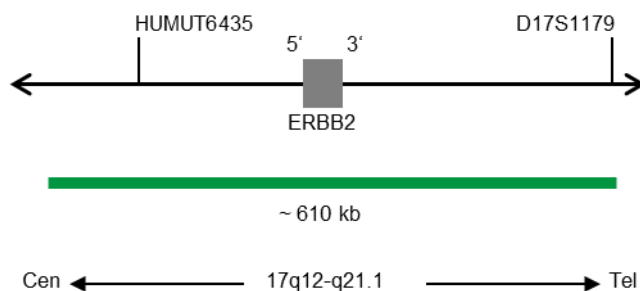

Fig. 1 : Carte de la sonde ERBB2 (pas à l'échelle)
- Polynucléotides marqués au ZyGreen (excitation 503 nm/émission 528 nm) (~10,0 ng/ $\mu$ l), qui ciblent des séquences cartographiées en 17q12-q21.1\* (chr17:37,572,531-38,181,308) hébergeant la région du gène ERBB2 (voir figure 1).
- Polynucléotides marqués au ZyOrange (excitation 547 nm/émission 572 nm) (~1,0 ng/ $\mu$ l), qui ciblent des séquences cartographiées dans 17p11.1-q11.1 spécifiques de la région centromérique satellite alpha D17Z1 du chromosome 17 (voir figure 1).